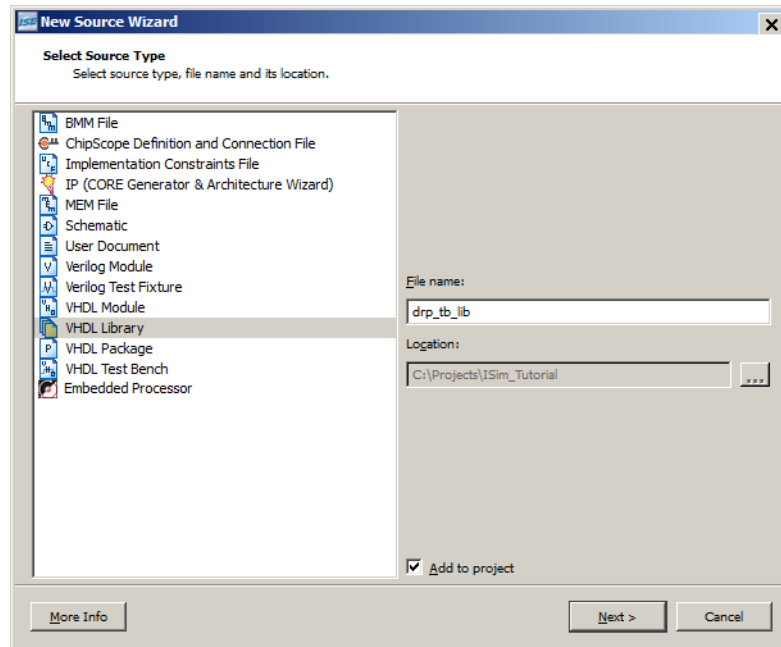

図 2-4 : ソース タイプの選択
3. VHDL のライブラリ名に「drp_tb_lib」と入力します (15 ページの図 2-4)。